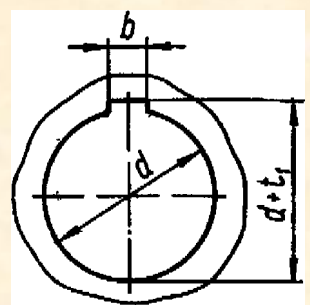

Рис. 4. Гладкое посадочное отверстие
4.2. При монтаже втулка муфты жестко связывается с ведущим (ведомым) валом при помощи шлицев или шпонки (рис. 4).